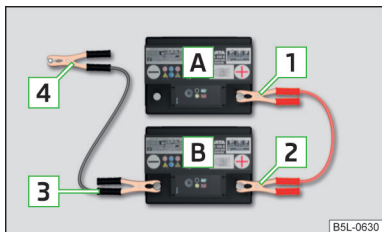

Fig. 248
- Prindeți clema **1** la polul plus al bateriei descărcate **A** » fig. 248.